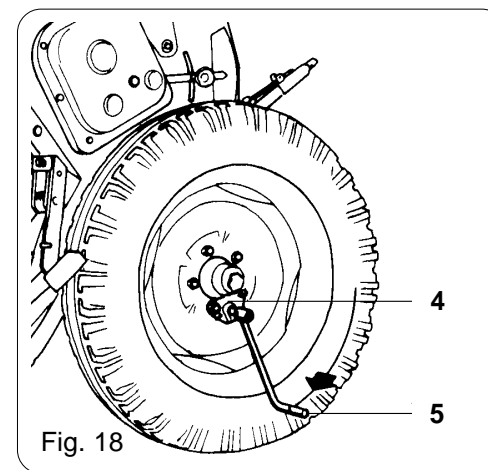

Fig. 18
TERZO: collocare la monovella (5) nel fermo esterno della ruota destra (4) e far girare la ruota alcune volte fino a che il fertilizzante inizia a cadere nella cassetta (fig. 18). Togliere il fertilizzante ed effettuare le rotazioni in base alla tabella seguente: Il peso del concime all'interno della cassetta, moltiplicato per 40, corrisponde ai chilogrammi di fertilizzante per ettaro che la macchina distribuirà tramite la leva nel settore precedentemente selezionato.
THIRD: fit the lever with pins (5) on the outside hubcap of the right wheel (4) and rotate the wheel a few times until the seed begins to flow into the box (Fig. 18). Replace the seed in the hopper and carry out the trial run rotations as given in the table below. The weight in the box, multiplied by 40, corresponds to the kilograms of fertilizer per hectare that the machine will distribute according to the lever setting previously-selected.